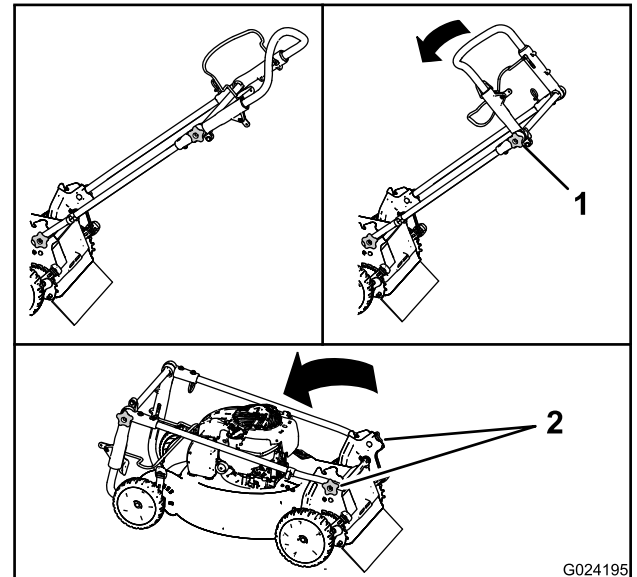

Bild 27
1. Lösen Sie das Handrad des oberen Holms (Bild 27).
2. Lösen Sie die Holmhandräder, bis Sie den Holm ungehindert bewegen können (Bild 27).
3. Schieben Sie den Holm nach vorne, siehe Bild 27.